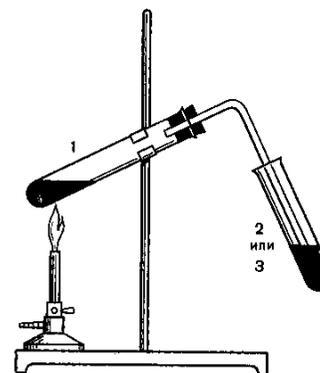

Рис..2. Прибор для получения этилена
В сухую 1-ю пробирку поместите 12 капель концентрированной серной кислоты (7), 4 капли этанола (8) и бросьте несколько кусочков пемзы или пористого фарфора для равномерного кипения при нагревании. Вставьте в пробирку пробку с газоотводной трубкой и закрепите пробирку на лапке штативе, как показано на рис.2
В 1-ю пробирку поместите кусочек карбида кальция (9) величиной с горошину. Пробирку закрепите в штативе, как это показано **на рис. 2**. Приготовьте для опыта 2-ю и 3-ю пробирки: во 2-ю поместите 6 капель бромной воды (3), в 3-ю - 6 капель 2% раствора перманганата калия (4).